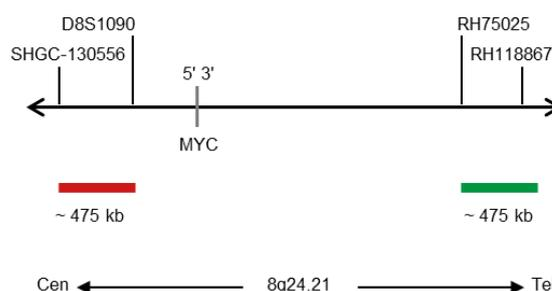

Abb. 1: SPEC MYC Sondenlokalisation (nicht maßstabsgetreu)
- Digoxigenin-markierten Polynukleotiden (~0,50 ng/ μ l), die gegen Sequenzen in 8q24.21* (chr8:130,373,051-130,847,951) gerichtet sind, welche distal zur MYC-Bruchpunktregion lokalisiert sind (siehe Abb. 1).
- Dinitrophenyl-markierten Polynukleotiden (~0,75 ng/ μ l), die gegen Sequenzen in 8q24.21* (chr8:127,888,765-128,363,281) gerichtet sind, welche proximal zur MYC-Bruchpunktregion lokalisiert sind (siehe Abb. 1).